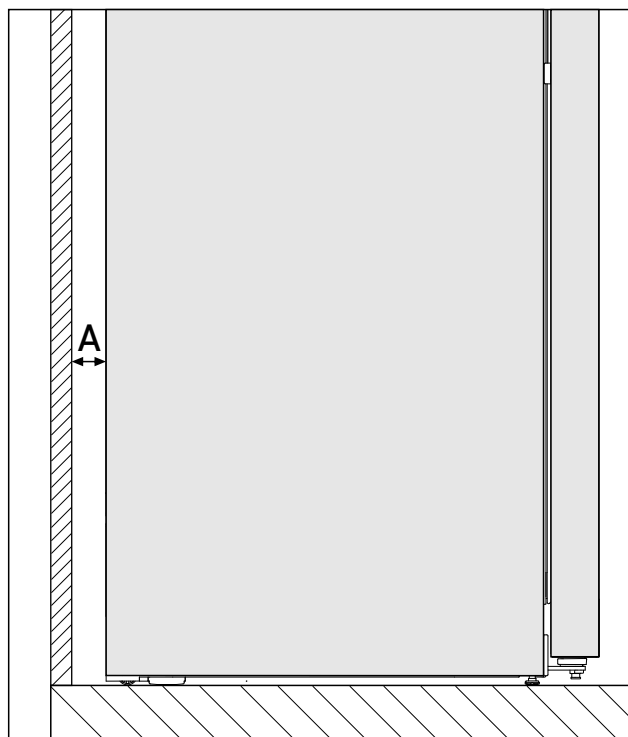

Fig. 2 *
Потребление электроэнергии определено при расстоянии Fig. 2 (A) между задней стенкой устройства и стеной помещения. Расстояние до стены помещения менее Fig. 2 (A) не влияет на функциональность устройства, но незначительно увеличивает потребление электроэнергии устройства.